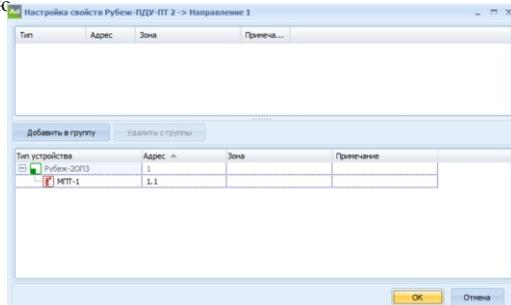

Рисунок 4
6.4 Затем раскрывают список направлений, правым кликом вызывают выпадающее меню для требуемого направления и выбирают пункт «Свойства» (рисунок 4). В открывшемся окне в нижнем поле открывается список доступных дополнительных устройств (далее – ИУ), в верхнем – список ИУ, приписанных к направлению.